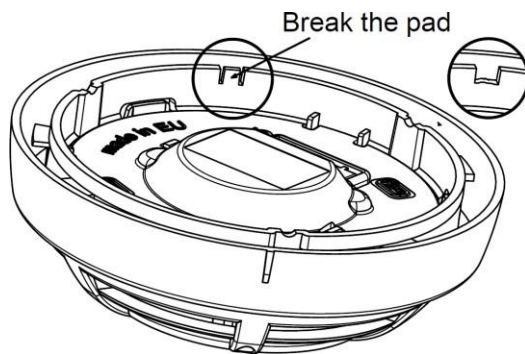

Fig.3
- Cassez le plastique à l'emplacement spécifié sur le bas du capteur (Figure 3).